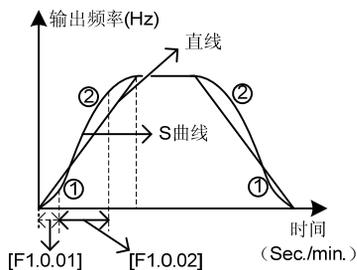

图 7-23 加减速曲线
S 曲线加速起始/减速终止段时间如图 7-23 中的①所示，用加、减速总时间的百分比表示。
S 曲线加速上升/减速下降段时间如图 7-23 中的②所示，用加、减速总时间的百分比表示。